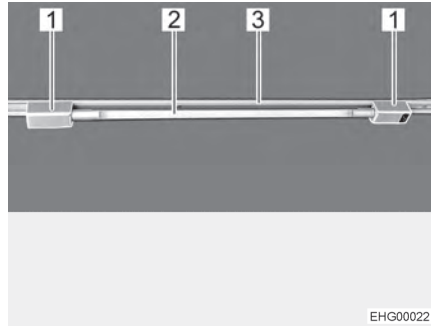

Bild 35 Röhrenleuchte
- Beide Halter (Bild 35,1) in die Schiene (Bild 35,3) einsetzen. Dazu die Halter um 90° drehen.
- Leuchtenkörper (Bild 35,2) in einen der Halter stecken.
- Leuchtenkörper (Bild 35,2) drehen, bis die gewünschte Leuchtwirkung erreicht ist.